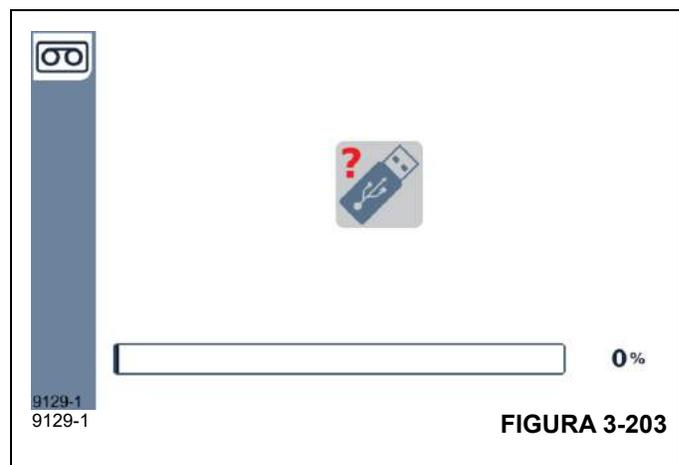

FIGURA 3-203
2. Inserte el dispositivo USB en el puerto USB del RDM (Figura 3-203).